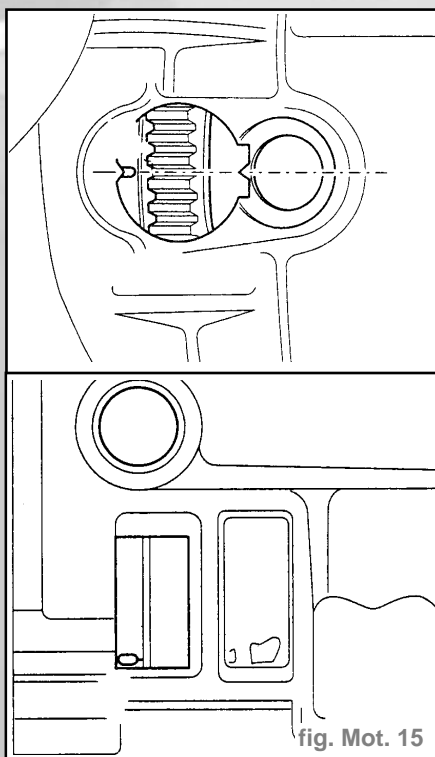

fig. Mot. 15
- Amener le vilebrequin au PMH du cylindre 1 (fig. mot. 15).